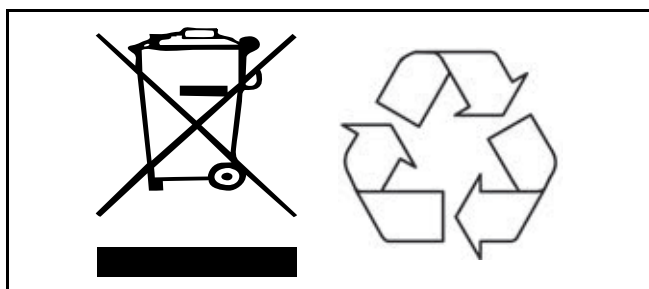

Fig. 2
- Per il riciclo e lo smaltimento delle batterie occorre attenersi alle normative RAEE (Rifiuti di apparecchiature elettriche ed elettroniche) e alle leggi e regolamentazioni locali. altrimenti potrebbero verificarsi esplosioni, perdite e ferite personali. Quando si smaltiscono le batterie, isolarne i terminali con nastro adesivo. In caso contrario, l'elettricità residua nelle batterie potrebbe causare incendi o esplosioni. La Fig. 2 seguente mostra i simboli per lo smaltimento e il riciclo.